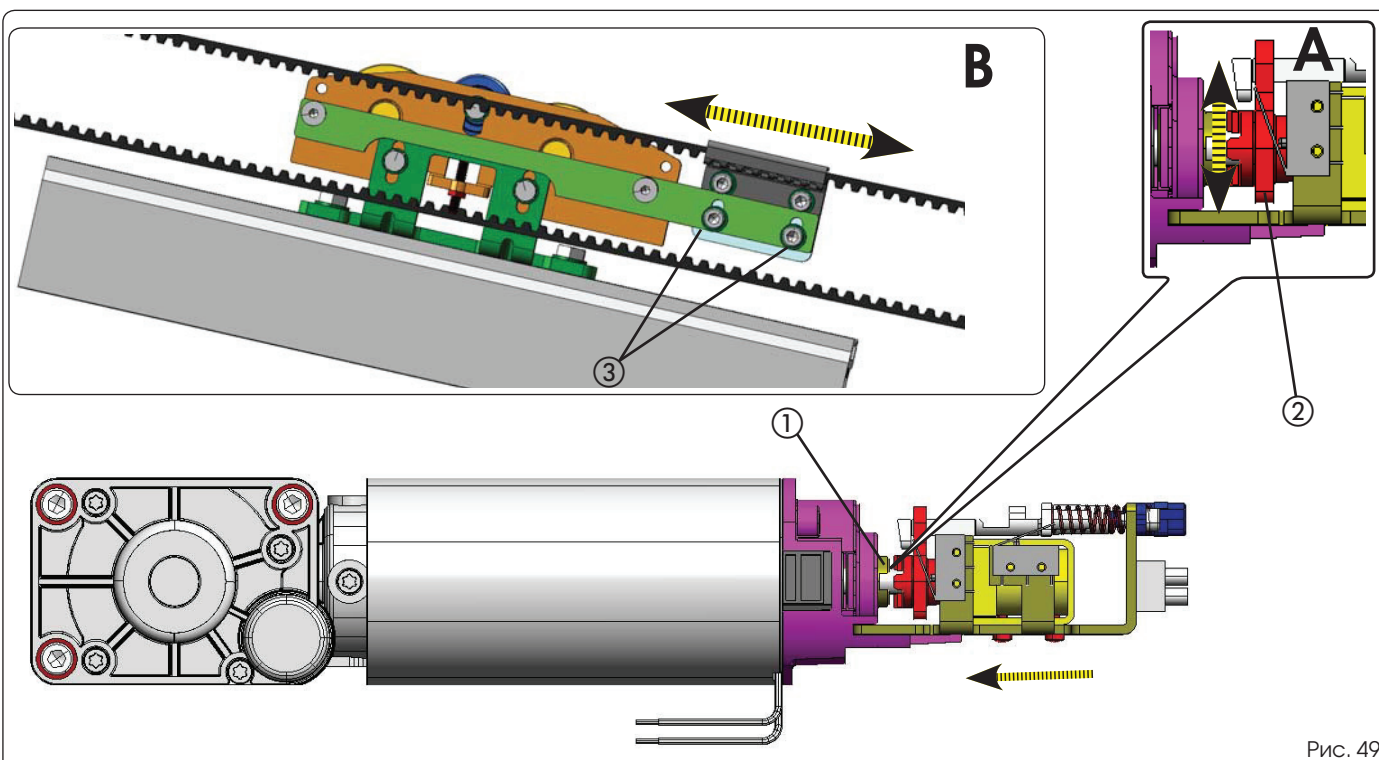

Рис. 49
- Вручную подтолкните рычажок (рис. 49, поз. 1) по направлению к валу двигателя, как показано на рис. 49, поз. А, и убедитесь, что в правильном соединении.
- Передвиньте рычажок (рис. 49, поз. 2) по вертикали и проверьте наличие люфта между валом двигателя и креплением устройство блокировки.
- Ослабьте два винта (рис. 49, поз В 3), которые соединяют крепление ремня и приводную каретку (для двусторчатых дверей это необходимо сделать на обеих каретках).
- Убедитесь, что крепление устройство блокировки двигателя не соприкасается с креплением вала двигателя (рис. 49, поз. А).